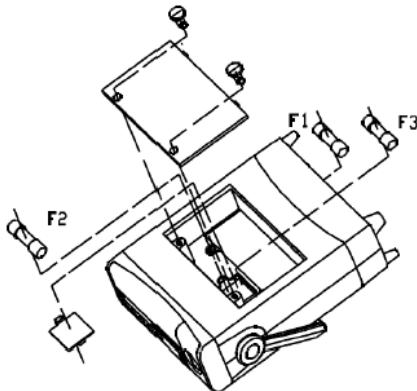

Рисунок 12
B. Замена предохранителей (см. рисунок 12)**⚠ Предупреждение**